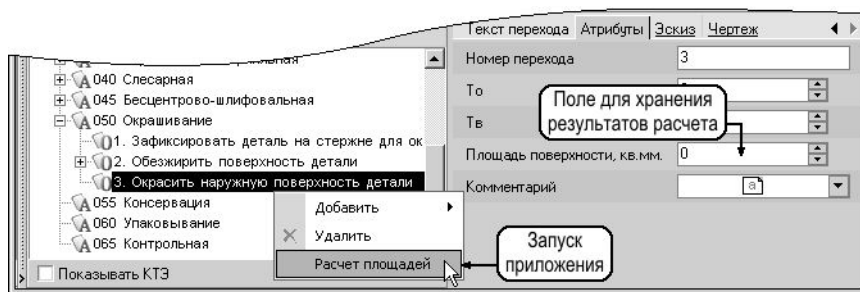
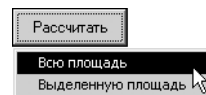

Рис. 10.1. Запуск приложения «Расчет площадей»
Рис. 10.6. Команды кнопки **Рассчитать**
Вызов приложения осуществляется из контекстного меню дерева ТП, при этом курсор должен быть установлен на основном переходе, для которого проводится расчет площади (рис. 10.1). Результат расчета площади хранится в специальном поле **Площадь поверхности** на вкладке **Атрибуты** основного перехода.
вкладки, нажмите кнопку **Рассчитать** и выберите пункт **Всю площадь** (рис. 10.6). Затем нажмите кнопку **Сохранить** для копирования результата в поле **Площадь поверхности** (вкладка **Атрибуты** основного перехода, рис. 10.1). После процедуры сохранения результата приложение закроется автоматически.
2. нажмите кнопку **Рассчитать** и выберите пункт **Выделенную площадь** (рис. 10.6).
После проведения расчета площади поверхности система позволяет рассчитать нормы расхода вспомогательных материалов. Расчет ведется автоматически, если к основному переходу с заполненным полем **Площадь поверхности** (см. рис. 10.1 в подразделе 10.1.1) добавить вспомогательный материал из универсального технологического справочника.